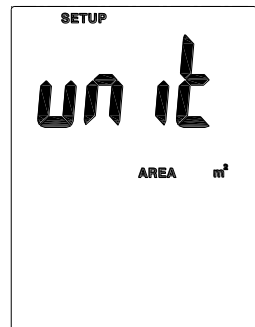
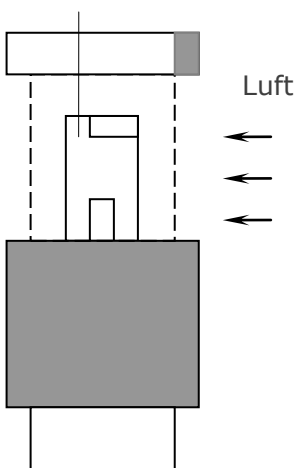

Fig.2
Fig.4
Drücken Sie  oder  um zur option unit zu gelangen. (refer Fig.2).
5. Schieben Sie die Sensor Abdeckung nach unten So das die Luft durch den Sensor strömen kann., refer Fig.2. Ziehen Sie die Teleskopstange soweit heraus wie benötigt. refer Fig.4.